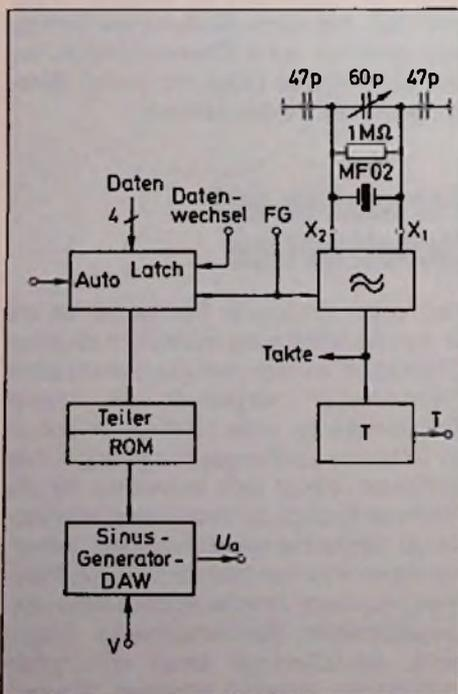

Bild 1: Prinzip des Pseudo-Sinus-Generators
nehmender Auflösung sinkt aber andererseits die obere Grenze der Ausgangsfrequenz. Der Vorteil des Verfahrens besteht in dem konstanten Oberwellen-Gehalt, der unabhängig von der Frequenz ist. Vorteilhaft ist ferner die leicht durchführbare Integration auf einem Chip. Im folgenden Beispiel wird die integrierte Schaltung Typ FX 503 verwendet. Das Bild 1 zeigt das Blockschema.
Der integrierte Taktgenerator ist ursprünglich zum Betrieb an einem 560-kHz-Resonator nach Bild 1 vorgesehen. Durch externe Ansteuerung am Eingang X1 (14) kann jede Taktfrequenz bis etwa 1 MHz verwendet werden.